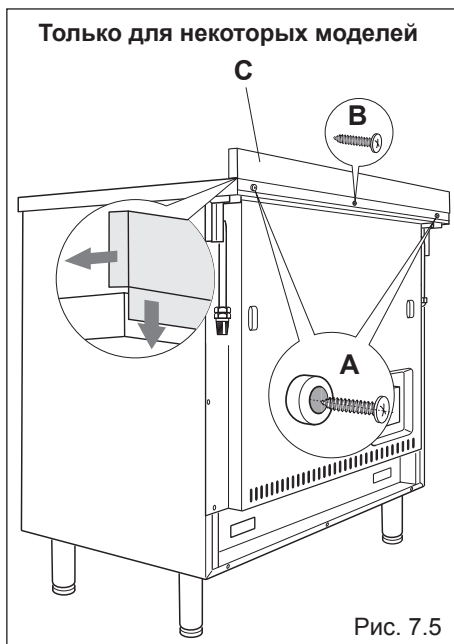

Рис. 7.5
Перед установкой плиты закрепите защитную панель «С» (рис. 7.5).
- возьмите защитную планку, как показано на рис. 7.5 и установите её, закрепив центральным винтом «В» и распорными деталями «А».